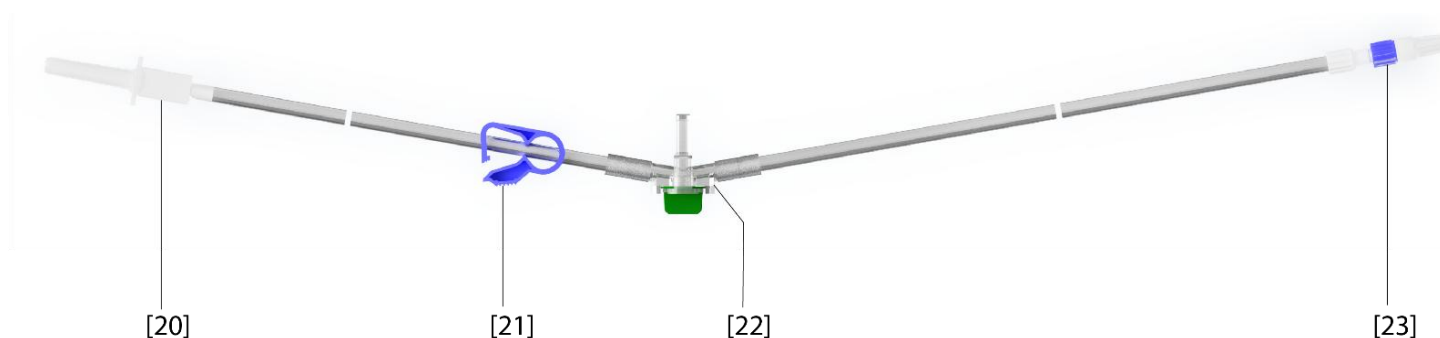

Figura 6 – Conjunto de tubos para irrigação
- Um tubo de irrigação (Figura 6),